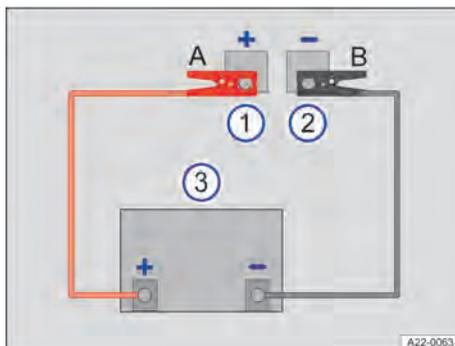

Fig. 175 Esquema para conexão dos cabos auxiliares de partida.
Conectar o cabo auxiliar de partida somente na sequência A - B. → Fig. 175.
3. Conectar o polo do cabo auxiliar de partida vermelho ao ponto de auxílio à partida positivo (+) do veículo → Fig. 175 ①, → ⚠.
4. Conectar o polo do cabo auxiliar de partida preto ao ponto de auxílio à partida de massa (-) do veículo → Fig. 175 ②, → ⚠.
3. Conectar o cabo auxiliar de partida após o auxílio à partida somente na sequência B – A → Fig. 175.